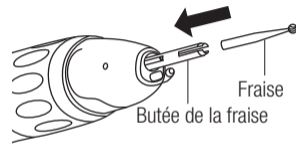

Fig. 3
2) Insérez la butée de la fraise fournie dans le mandrin. (Fig. 3)